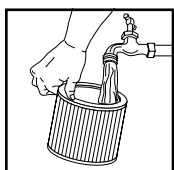

FIGURA 20
26. O enjuague el mismo (desde el interior del filtro) con agua. **FIGURA 20.** Seque completamente (aproximadamente 24 horas).